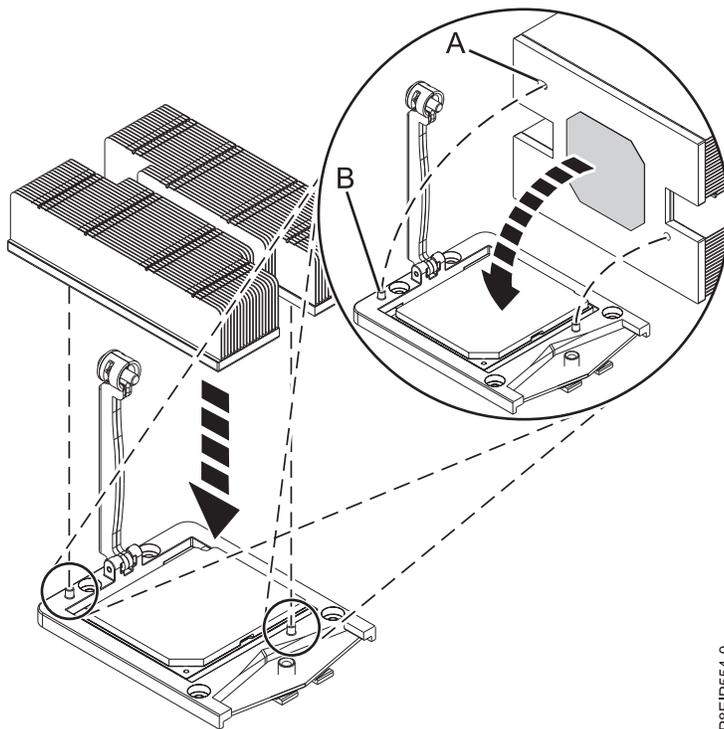

Figura 71. Instalando o dissipador de calor
5. Instale o novo dissipador de calor fornecido que é fornecido no kit de FRU. O TIM é pré-aplicado ao dissipador de calor. Abaixе cuidadosamente o dissipador de calor sobre o módulo de processador do sistema, assegurando que os furos no dissipador de calor (A) estejam alinhados com os dois pinos guia (B) no soquete, conforme mostrado na Figura 71.